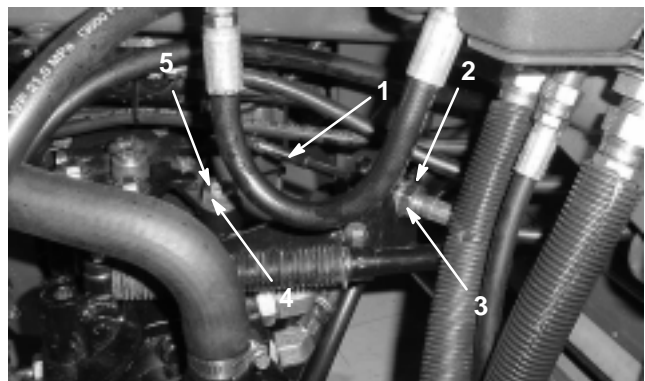

Bild 50
- A. Lösen Sie beide Klemmmuttern, mit denen der Fahrtriets-Bowdenzug an der Trennwand am Hydrostat befestigt ist (Bild 50). Achten Sie darauf, dass die Klemmmuttern gleichmäßig und ausreichend gelockert sind, um eine Einstellung zu ermöglichen.
Hinweis: Lösen Sie die Mutter, mit der der Exzenter oben am Hydrostat befestigt ist (Bild 50).
- C. Drehen Sie den Exzenter, bis kein Kriechen in jeder Richtung auftritt. Ziehen Sie, wenn sich das Rad nicht mehr dreht, die Mutter fest, um den Exzenter und die Einstellung zu arretieren (Bild 50). Überprüfen Sie die Einstellung mit dem Gashebel auf „Langsam“ und auf „Schnell“.
- D. Ziehen Sie die Sicherungsmuttern, mit denen der Bowdenzug an der Trennwand befestigt ist, **gleichmäßig** von jeder Seite der Trennwand fest (Bild 50). Verdrehen Sie nicht den Bowdenzug.